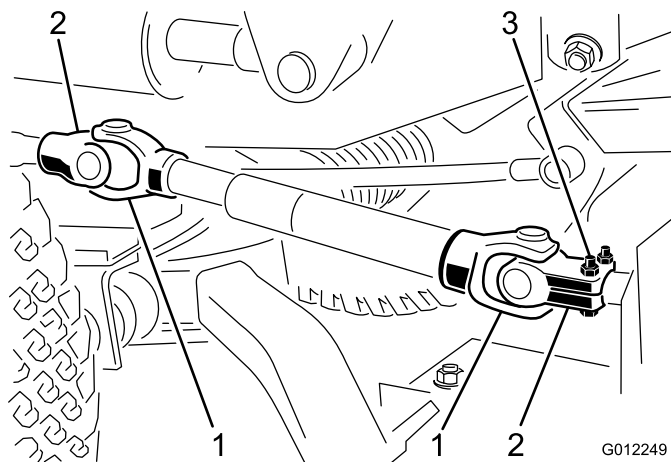

Figura 8
- Alinhe os furos na culatra e veio de entrada da caixa de engrenagens. Deslize a culatra no veio e prenda em conjunto com um pino de segurança e dois parafusos (5/16 x 1-3/4 pol.) e porcas de bloqueio (5/16 pol.) (Figura 8).